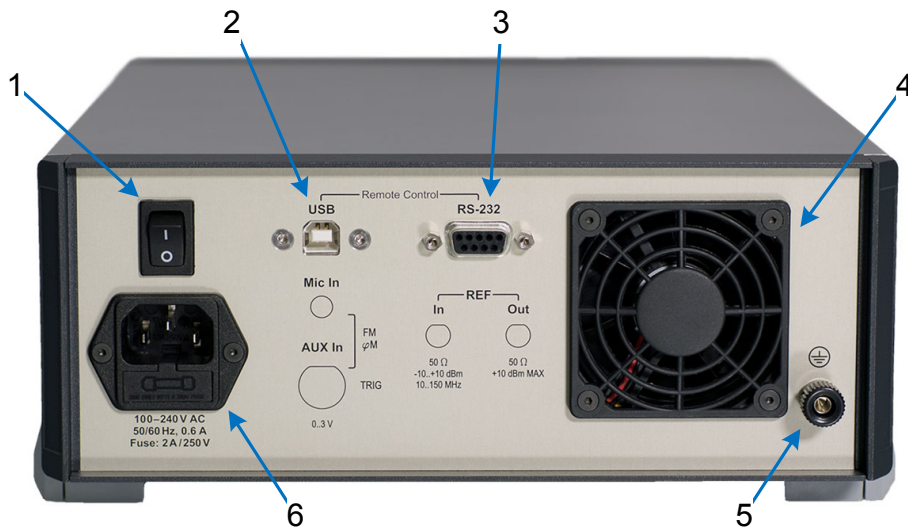

Рис. 4: Задняя панель
2. Убедитесь, что выключатель сетевого питания на задней панели (поз. 1, рис. 4) выключен.
На рис. 4 изображена задняя панель прибора. Номерами обозначены следующие элементы: